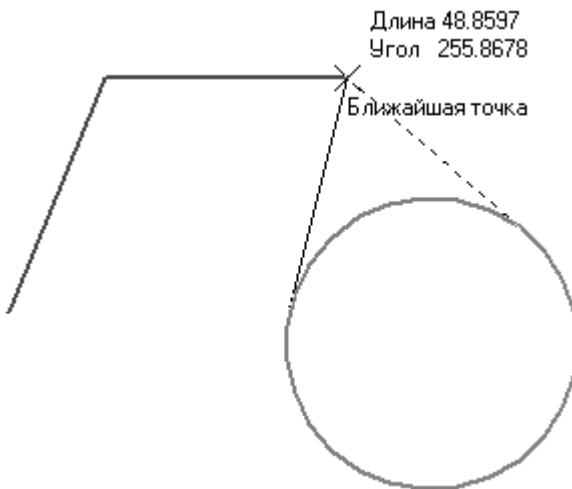

Рис. 2.8. Построение касательного отрезка
2. Выберите инструмент Касательный отрезок через внешнюю точку. Обратите внимание, что в строке подсказок внизу окна отобразилась фраза Укажите кривую для построения касательного отрезка. Подведите указатель к построенной окружности (она при этом подсветится красным цветом) и щелкните на ней. После этого необходимо указать начальную точку отрезка. Пусть это будет конечная точка второго отрезка, созданного до этого на чертеже (рис. 2.8).
3. Как видите, из указанной точки к окружности можно построить два касательных отрезка. Если сейчас завершить команду, нажав кнопку Создать объект или сочетание клавиш **Ctrl+Enter**, то будет создан отрезок, фантом которого изображен сплошной тонкой линией. Чтобы переключиться на другой вариант касательного отрезка (на рис. 2.8 показан пунктирной линией), нужно воспользоваться кнопками Следующий объект **>** или Предыдущий объект **<** на панели специального управления. Всегда применяйте эти кнопки, если система предлагает несколько вариантов построения одного и того же объекта, отображаемых пунктирной линией.